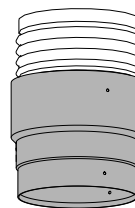

Figure 6 Adaptateur pour poêle
2. Si une gaine flexible est utilisée, un adaptateur pour poêle doit être fixé au bas de la gaine avant de la fixer sur la buse l'appareil (Figure 6).